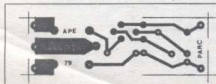

Fig. 2
- FIG. 2 - LAY OUT DO CIRCUITO IMPRESSO ESPECÍFICO - Pequena e estreita, a plaqueta específica de impresso para a acomodação e ligação dos componentes do PARC é muito modesta, podendo ser implementada até com algum *retalho* de fenolite virgem que esteja sobrando, aí pela suca do caro leitor/hobbyista... O diagrama mostra em tamanho natural o padrão de ilhas e pistas (partes a serem cobreadas, em **negro**, e áreas a serem *descobreadas*, em **branco**, conforme convencional...), cujo desenho - muito simples - é de fácil reprodução (basta *carbonar* diretamente da página de APE...), traçagem e finalização... Podem ser usados os práticos e elegantes decalques ácido-resistentes, ou mesmo canetas do tipo *descartável*, sem problemas...